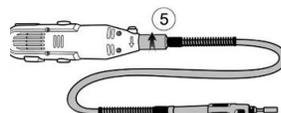

Рис. 8
4. Установите на патрон цанги гайку гибкого вала «5» (рис. 8) и закрутите гайку гибкого вала по часовой стрелке